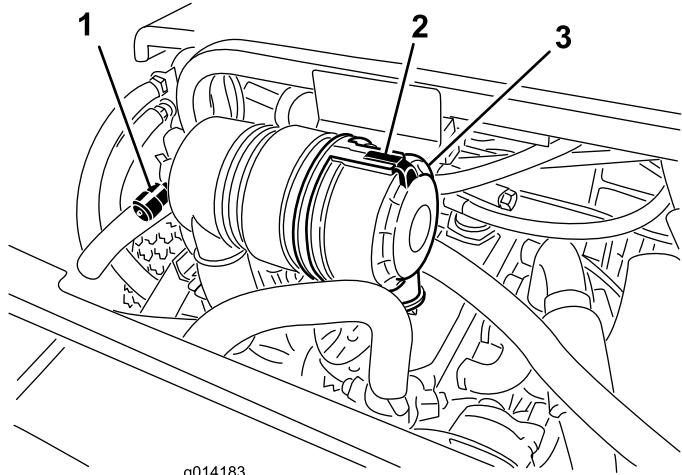

Figura 32
Revise el filtro del limpiador de aire únicamente cuando el indicador de mantenimiento (Figura 32) lo requiera. El cambiar el filtro antes de que sea necesario sólo aumenta la posibilidad de que entre suciedad en el motor al retirar el filtro.
1. Abra los enganches que sujetan la tapa del limpiador de aire a la carcasa del limpiador de aire (Figura 32).